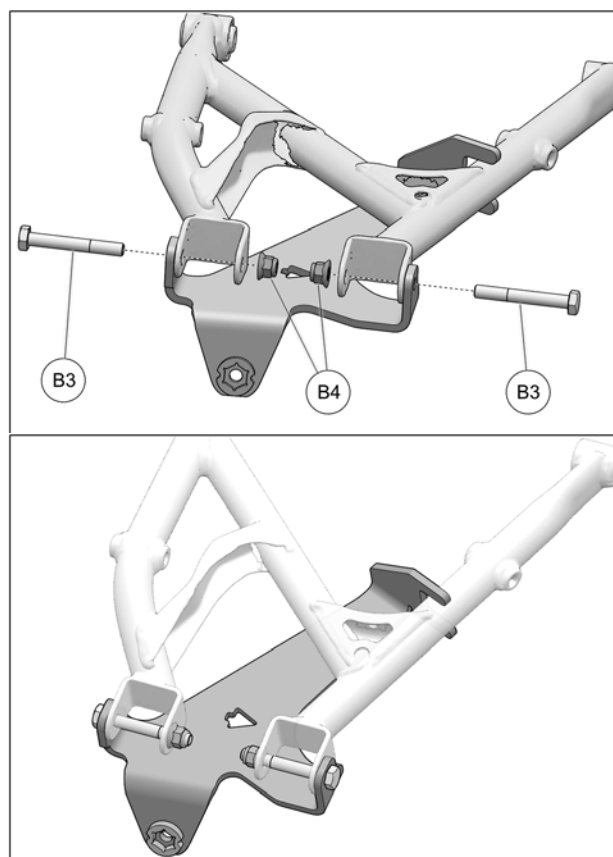

Fig. 7
7. Insérer les nouveaux boulons M10x75mm (B3) à travers l'ancrage, le bras de suspension inférieur et le moyeu de roue. Fixer l'assemblage en utilisant les nouveaux écrous (B4) fournis. Serrer les boulons à un couple de 70 N•m [52 lb•pi]. Voir la Fig. 7